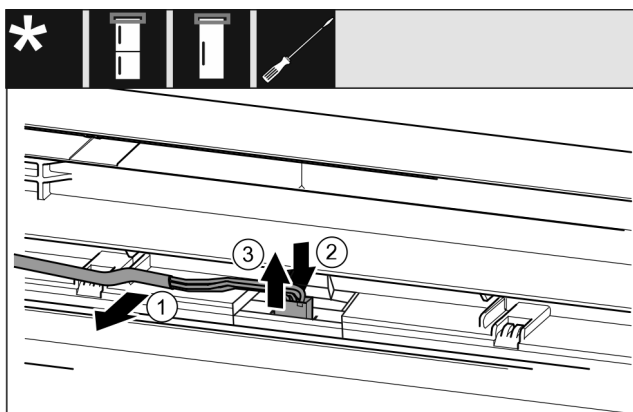

Fig. 20
- ▶ Soltar cuidadosamente el cable gris de la guía en la puerta. Fig. 20 (1)
- ▶ Presionar hacia atrás la lengüeta debajo del conector. Fig. 20 (2)
- ▶ Extraer cuidadosamente el conector hacia arriba. Fig. 20 (3)